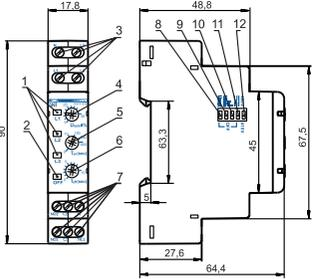

Рисунок 1
- 2) Регулятором U_{ном±%} (поз.4 рис. 1) установите необходимый порог срабатывания по максимальному и минимальному напряжению в процентах от номинального напряжения питания сети.
- 3) Регулятором Toff (sec) (поз.6 рис. 1) установите время срабатывания защиты.
- 4) Регулятором Ton(sec) (поз.5 рис. 1) установите время АПВ.
- 5) Переключателями срабатывания защиты (поз. 8 – 11 рис. 1) включите необходимые защиты.
- 6) Переключателем 400 В / 415 В (поз. 12 рис. 1) установите тип используемой сети.